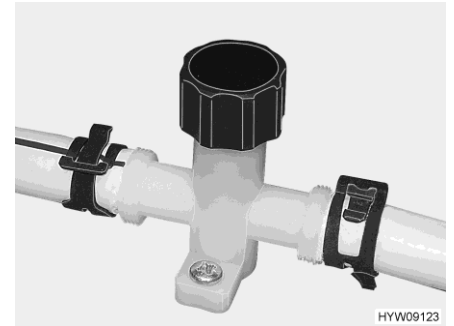

Fig. 113 Llave de desagüe (tubería de agua)
- Cerrar las llaves de desagüe. Para ello, girar el capuchón de la llave de desagüe (Fig. 113) en sentido de las agujas del reloj.